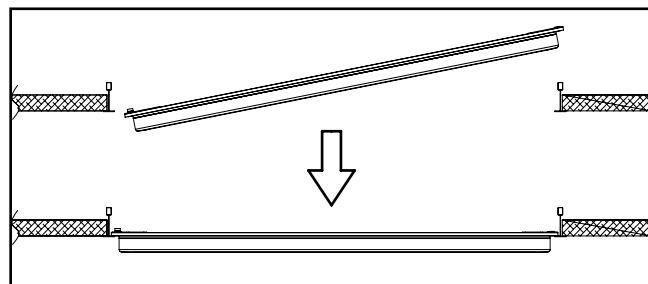

Figure 5.
6. Installez le luminaire dans la grille en T sélectionnée. Voir la figure 5.